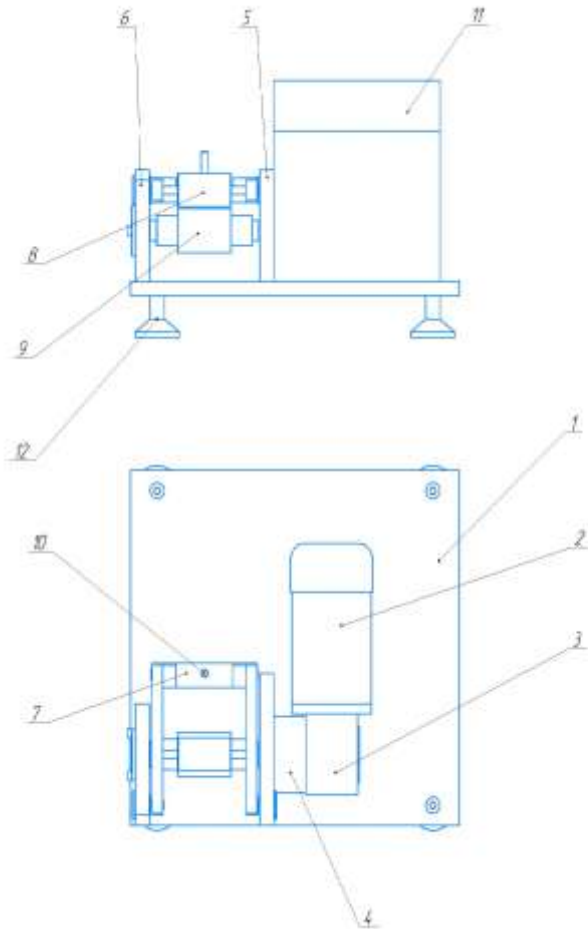

Рис. 2 Расположение составных частей устройства
5.1. Установить устройство на твёрдой чистой поверхности. С помощью регулируемых опор (рис. 2 поз. 12) выставить устройство горизонтально. Проверку горизонтальности производить по основанию (рис. 2 поз. 1) установки с помощью строительного уровня.